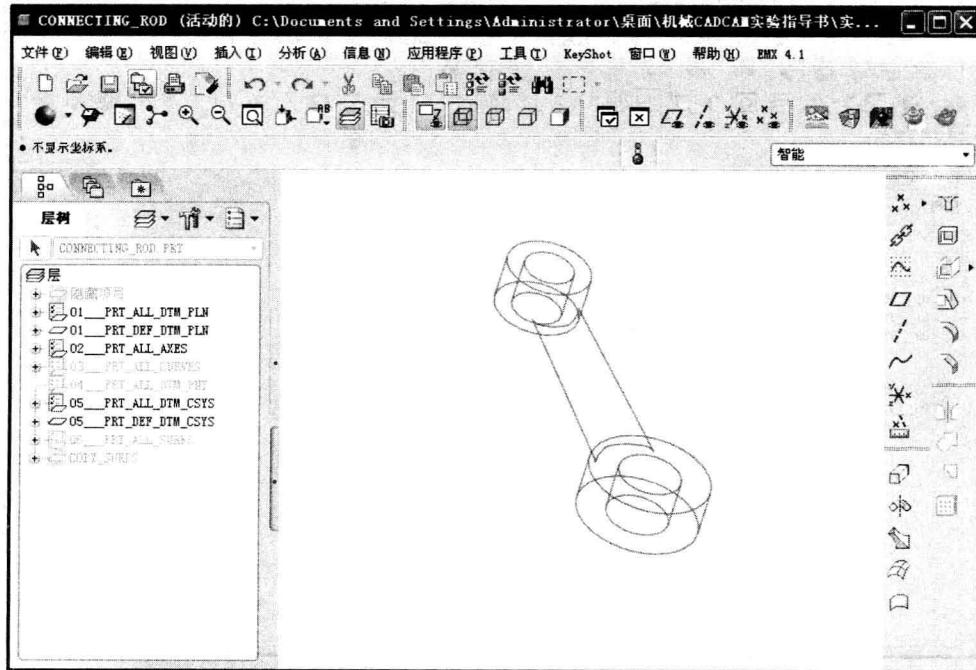

图 1-6 线框显示模式
(1) 线框显示模式：按下 按钮，模型显示效果如图 1-6 所示。